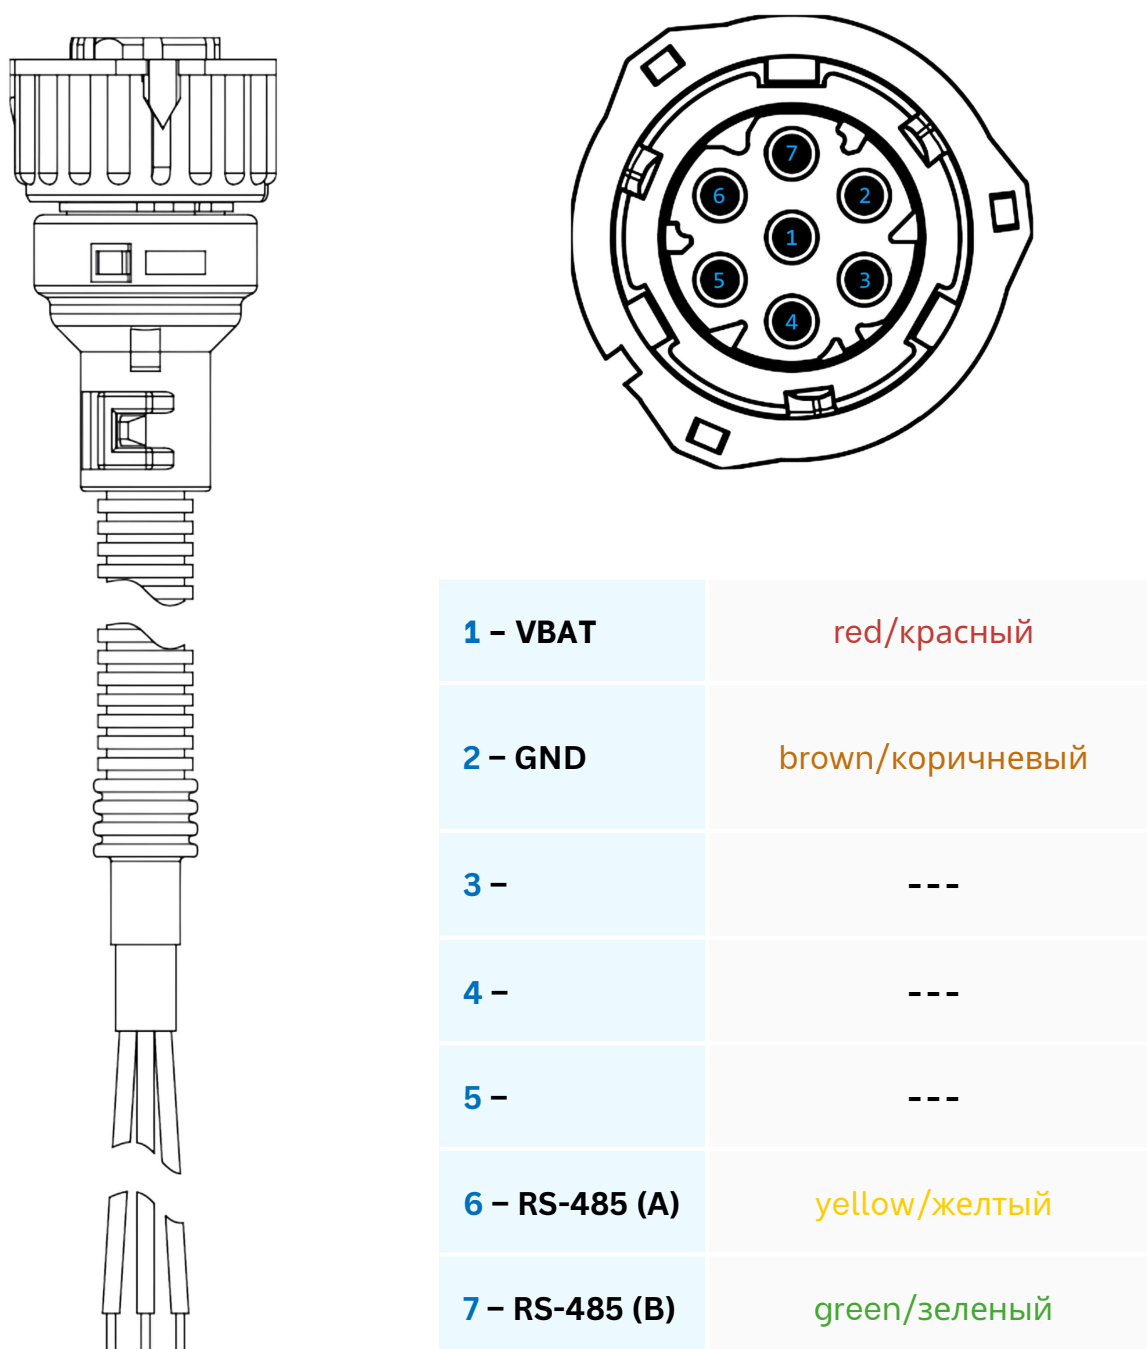

Рис. 23. Назначение проводов и контактов разъема
- Eurosens MWS 2** подключается к соответствующим входам контрольного устройства мониторинга (напр. терминал мониторинга транспорта). Назначение проводов и контактов разъема eurosens MWS 2 (**Рис. 23**) приведено в паспорте на изделие, который находится внутри упаковки.